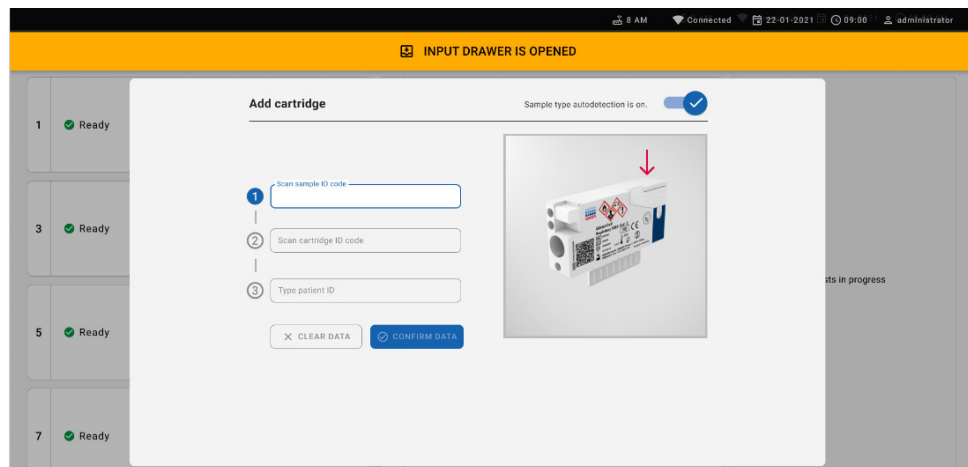

图 56.扫描样本 ID 屏幕
7. 出现 **Add Cartridge**（添加试剂盒）对话框，前面的扫描仪将被激活。在仪器前面扫描粘贴到 QIAstat-Dx Respiratory SARS-CoV-2 Panel Cartridge 顶部的样本 ID 条形码（箭头所示位置）（图 56）。